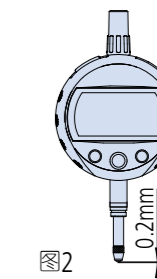
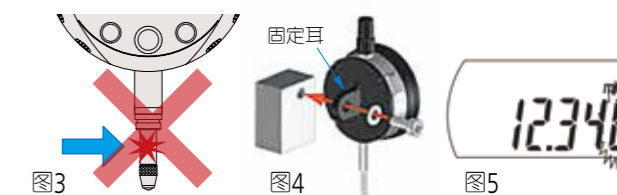

图2
图3
4. 将测杆从降下的状态升高0.2mm以上，在该位置进行原点设定。(图2)
1. 请勿剧烈摇晃测杆或向其施加横向的力，否则会影响动作和精度。(图3)
3. 在下死点(测杆降下的状态)指针位置(图2)偏移时，可能是测杆或内部发生损伤，不要自行拆解等，请拿到本公司修理。(图3)